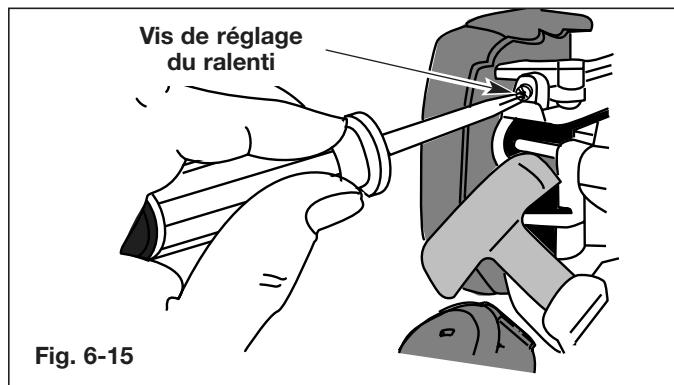

Fig. 6-15
Le ralenti du moteur est réglable à l'aide de la vis qui se trouve près du couvercle du filtre à air (Fig. 6-15).
2. Relâchez le levier d'accélérateur et laissez le moteur au ralenti. Si le moteur s'arrête, insérez un petit tournevis à embout cruciforme ou à tête plate dans la vis près du couvercle du filtre à air (Fig. 6-15). Vissez la vis de 1/8 de tour à la fois (selon le besoin) jusqu'à ce que le moteur tourne au ralenti.